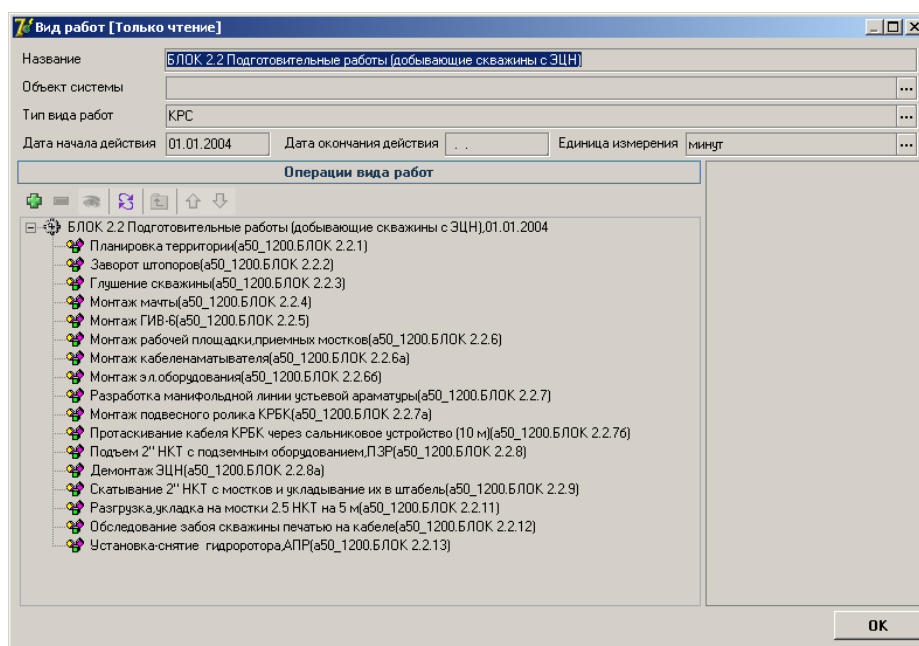

Рисунок 4.6.
- **просмотр информации по виду работ:** установите курсор на вид работы и нажмите на кнопку  (рис.4.2). В результате откроется окно (рис.4.6).